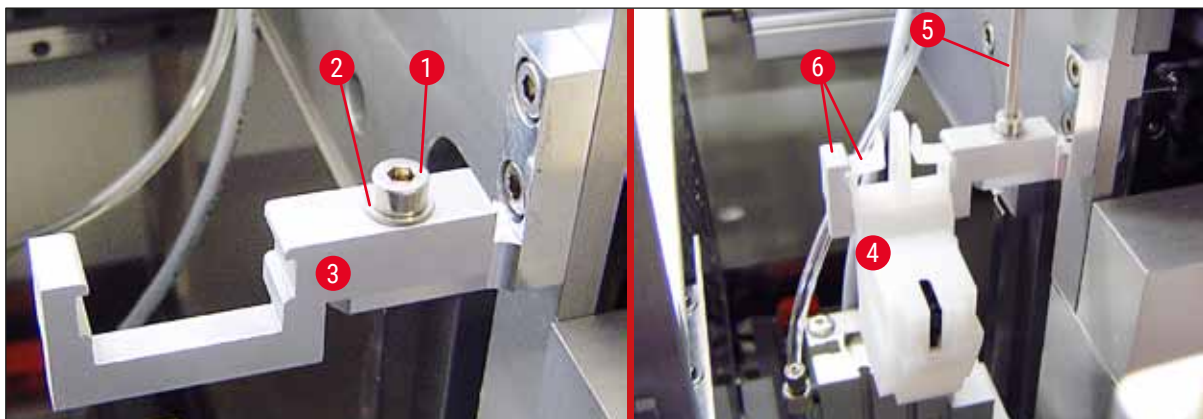

Fig. 22
4. Sæt den færdigsamlede dispensernål-reenser (→ Fig. 22-4) i holderen som vist på (→ Fig. 22). Tryk den samtidig nedad for at sikre, at de to fastgørelsesbøjler i siderne (→ Fig. 22-6) går hørbart i noterne i holderen.